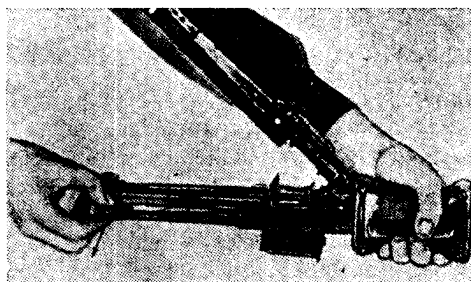

Рис. 81. Отделяне на ръкохватката за пре-
6. Отделяне на ръкохватката за пренапълване от затворната рама: хваща се полуложата с лявата ръка, а с дясната чрез ръкохватката за пренапълване се изтегля затворната рама до разширения край на изреза на цевната кутия и се изважда надясно (рис. 81).